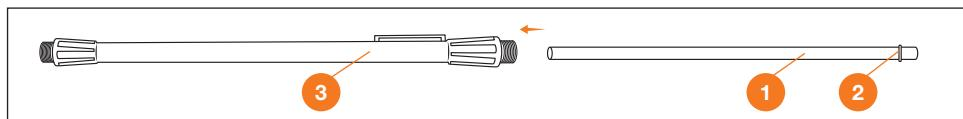

Рис. 3
- Соберите телескопическую штангу (если она не собрана): внутреннюю трубку **1** вставьте во внешнюю трубку **3** со стороны рукоятки управления таким образом, чтобы металлическое стопорное кольцо **2** находилось с задней стороны (Рис. 3).